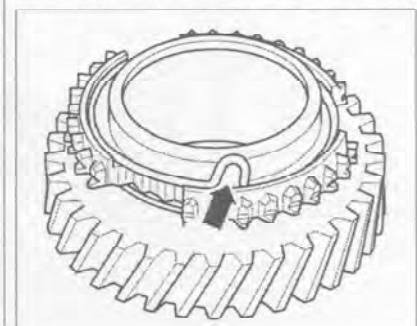

Рис. 7.109. Установка пружинного кольца синхронизатора.
25. Изогнутый конец пружинного кольца (стрелка) должен входить в отверстие шестерни (рис. 7.109).